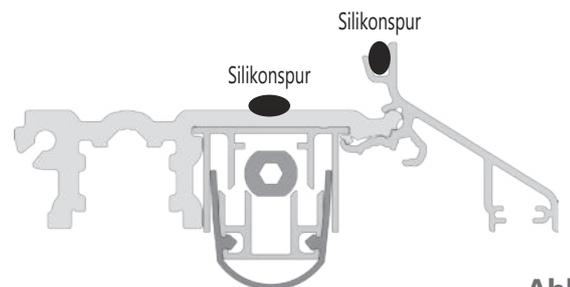

Abb. 3
7. Am Adapterprofil 2 Spuren Silikon (siehe Abb. 3+4) anbringen und die Endkappen ebenfalls zum Flügel hin mit Silikon abdichten.